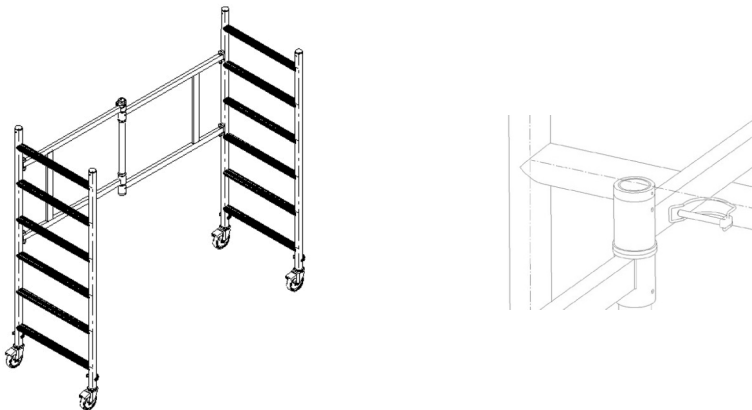

Rys. 65. Montaż bramki
2. Za pomocą kluczy zawartych w zestawie należy zamontować bramkę do drabin. Pamiętać o zamontowaniu podkładek (Rys. 65).